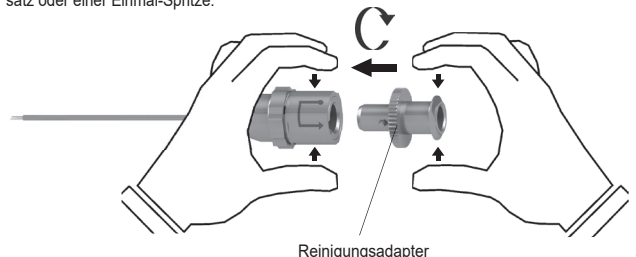

Abb. 5
- Montieren Sie den entsprechenden Reinigungsadapter (siehe Tab. 1) wie beschrieben (Abb. 5).
- Entfernen sie nach der Reinigung und Desinfektion den Reinigungsadapter in umgekehrter Reihenfolge (siehe Abb. 5).